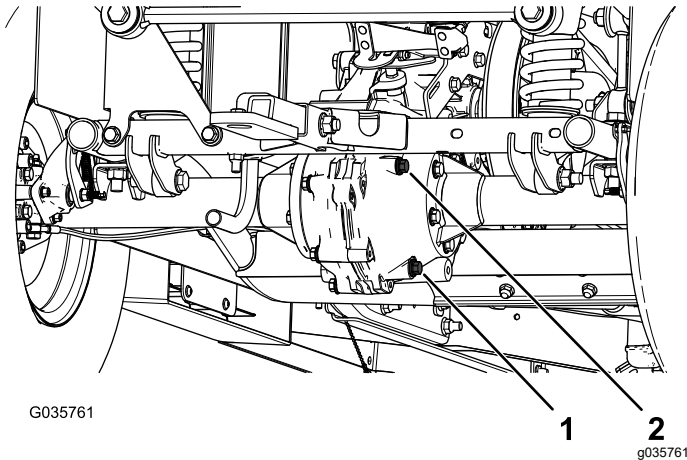

Figure 56
- Enlevez le bouchon de remplissage de la boîte-pont (Figure 56).
- Si le niveau de liquide est trop bas, enlevez le bouchon de remplissage et ajoutez le liquide spécifié jusqu'à ce qu'il ressorte par l'orifice (Figure 56).
- Placez un bac de vidange sous le bouchon de vidange (Figure 56).
- Enlevez le bouchon de remplissage et le joint (Figure 56).
- Enlevez le bouchon de vidange et le joint et vidangez complètement le liquide (Figure 56).